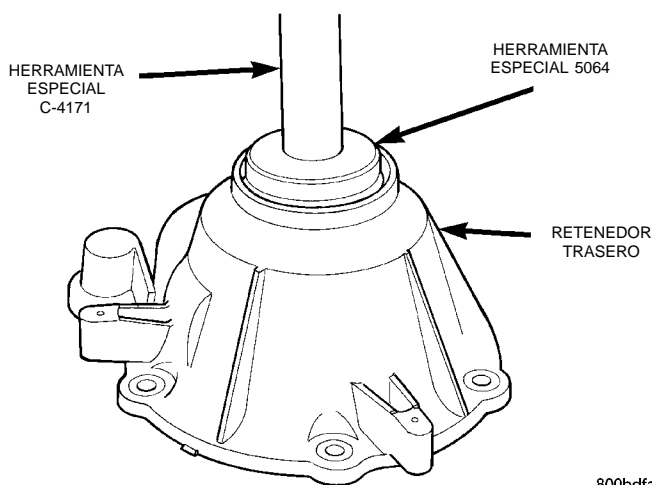

Fig. 87 Instalación del cojinete trasero en el retenedor
(1) Retire el cojinete trasero del retenedor utilizando el Instalador 8128 y el Mango C-4171.
(2) Instale el cojinete trasero en el retenedor con las Herramientas C-4171 y 5064 (Fig. 87).